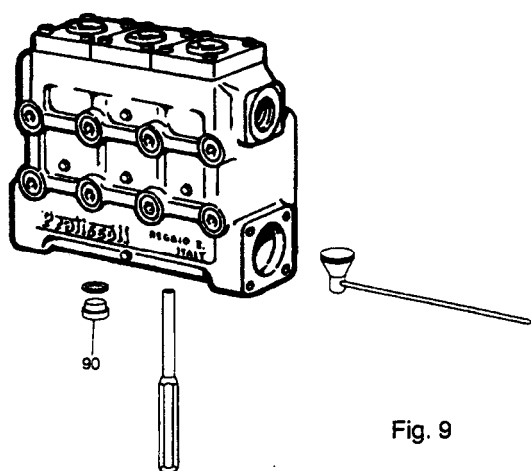

Fig. 9
- Hvis ventilsædet sidder fast, er det muligt at presse ventilen ovenud ved at fjerne bundproppen nr. 90 (Se fig. 9 + 10). Hertil er demonteringsværktøj (Del nr. 2000.0005.0) anvendeligt.